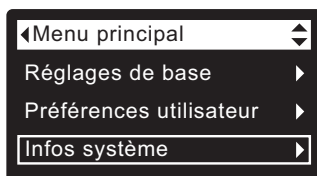

FIG. 64
1. À partir d'un écran d'état dynamique, appuyez sur le sélecteur (O) pour afficher le **Menu principal**.
2. Appuyez sur le bouton BAS (▼) pour faire défiler les options du menu et mettre en encadré **Infos système** (cf. Figure 64).